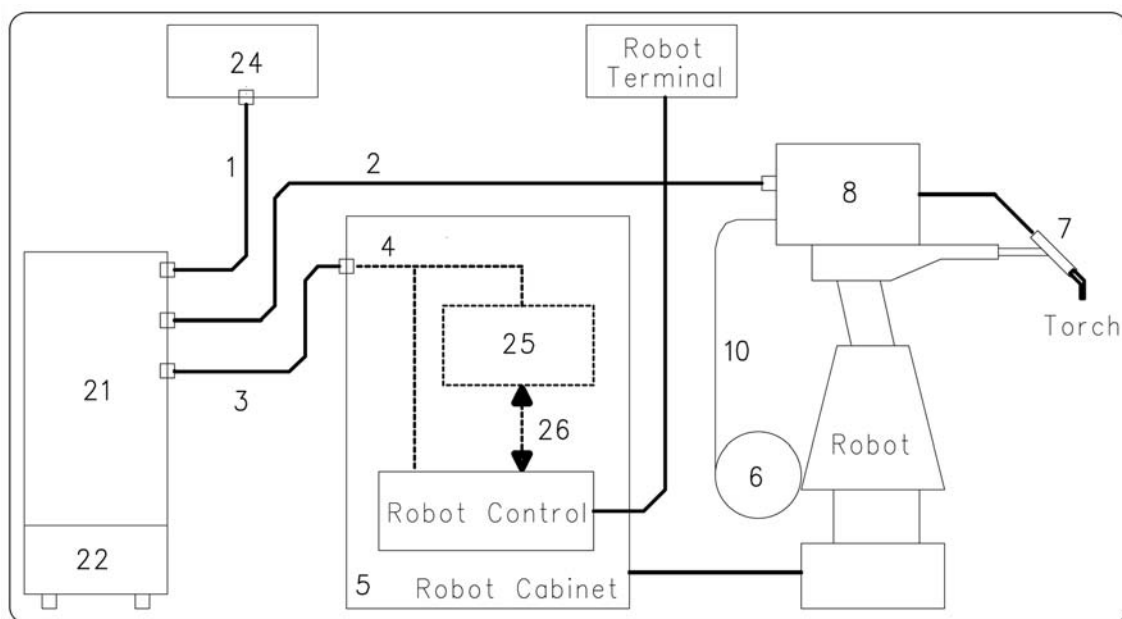

fig. 2
È composto da un Generatore, equipaggiato eventualmente di Gruppo di Raffreddamento, da un Carrello Trainafile, da un Pannello di Controllo e, se necessario, da una Interfaccia Robot (vedi fig. 2).
NOTA: Se il Controllo Robot (Robot Control in fig. 2) dispone di linea di comunicazione di tipo CANopen, l'interfaccia (25) ed il cavo (26) non sono necessari.
3.2 Messa in opera Generatore (fig. 2).